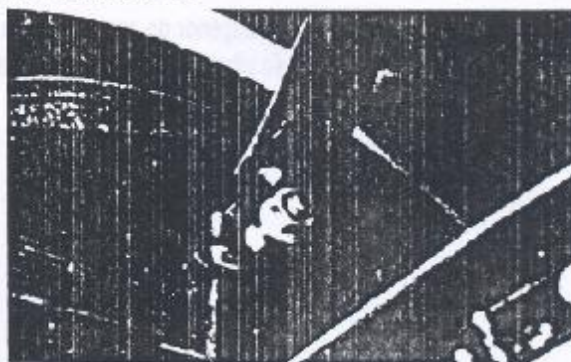

Figura 5.13.1 - Fixação inferior do amortecedor
3. Remover a porca de fixação do olhal inferior do amortecedor à placa de retenção do feixe de molas. (Figura 5.13.1). Remover o parafuso e desencaixar o olhal inferior do amortecedor da placa de retenção.
Instalar o parafuso e a porca e a aperta-la ao torque de 30 Nm (Figura 5.13.1).